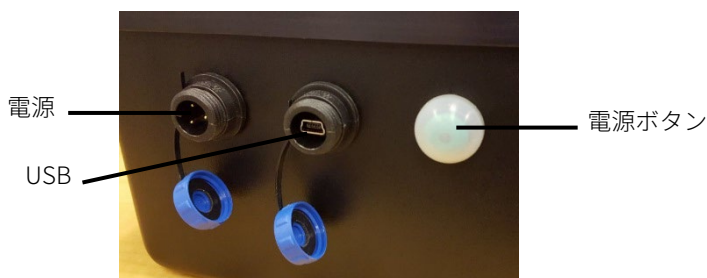

図1：電源コードの接続
- 2 電源コードのもう一端を電源に接続します。システムには、ご利用の地域に合った電源が付属しています。システムを屋外で使用していない場合は、ローカルAC電源に接続して、バッテリー・パックがフルに充電された状態にしておきます（図1を参照）。